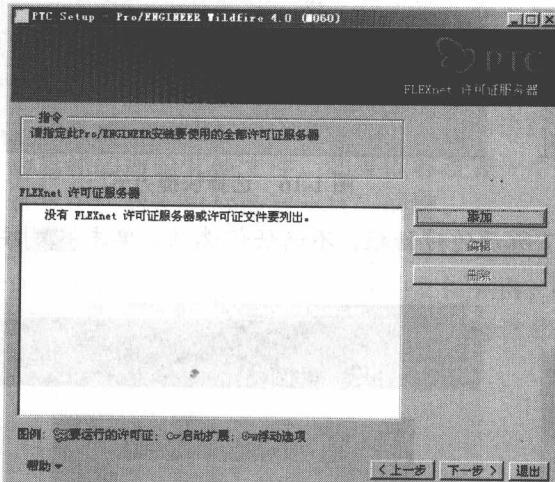

图 1-11 添加许可证服务器
(6) 单击  按钮，显示如图 1-11 所示的指定许可证服务器窗口。